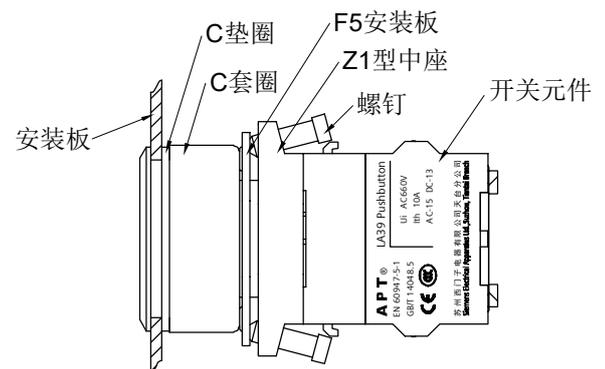

图2
- a.安装板厚≤1.5mm时，C1-Y(S)型号装配图2所示2个C垫圈；